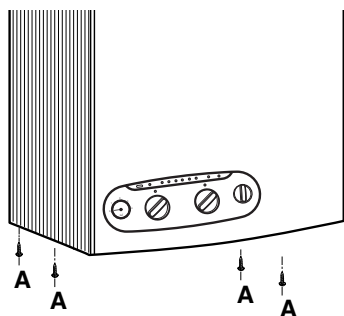

Fig. 19
- plaats de 4 bevestigingsvijzen **A** die zich op het onderste gedeelte bevinden (fig. 19)